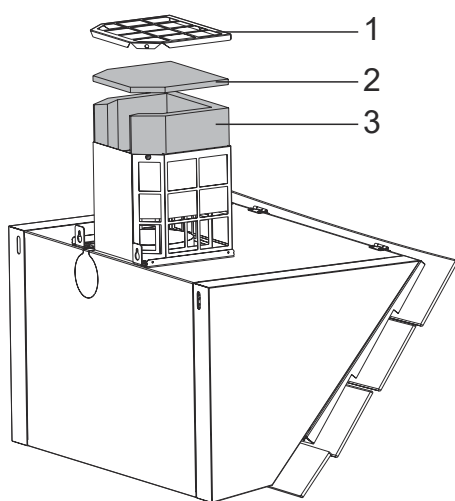

Fig. 10
- Ta bort topplattan på kolfilterkabinettet för att komma åt de tvättbara kolfilterkuddarna (Fig.10).
- Ta bort de tvättbara kolfilterkuddarna (Fig. 10).